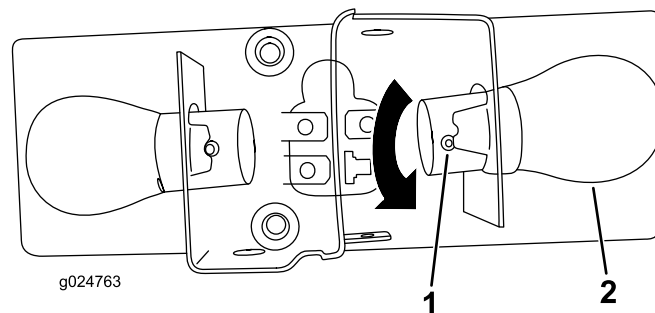

Bild 75
4. Drücken Sie den Stift an der Birne nach unten und drehen Sie die Birne nach links; ziehen Sie die Birne dann heraus (Bild 75).
6. Drehen Sie die neue Birne nach rechts, bis der Stift der Birne mit dem Schlitz in der Birnenfassung ausgefluchtet ist (Bild 75).